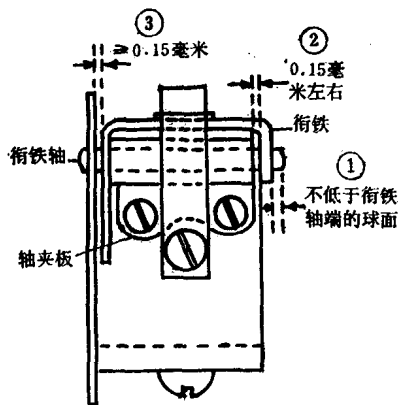

图 1
(1) 先将衔铁和衔铁轴、轴夹板装在继铁上，然后在衔铁和铁芯间插入0.1毫米厚薄规，用力压向铁芯，拧紧轴夹板固定螺丝。
(2) 衔铁轴之一端应突出于衔铁轴承之外，其高度不低于衔铁轴端的球面，如图1中之①所示。衔铁轴有凹槽应和轴夹板突起部分相吻合。
(3) 衔铁能圆滑活动，不与轴夹板摩擦，两侧活动范围为0.15毫米左右，如图1中之②所示。旋转衔铁臂和机构结合板间应有 $\geq 0.15$ 毫米的间隙，如图1中之③所示〔注〕。